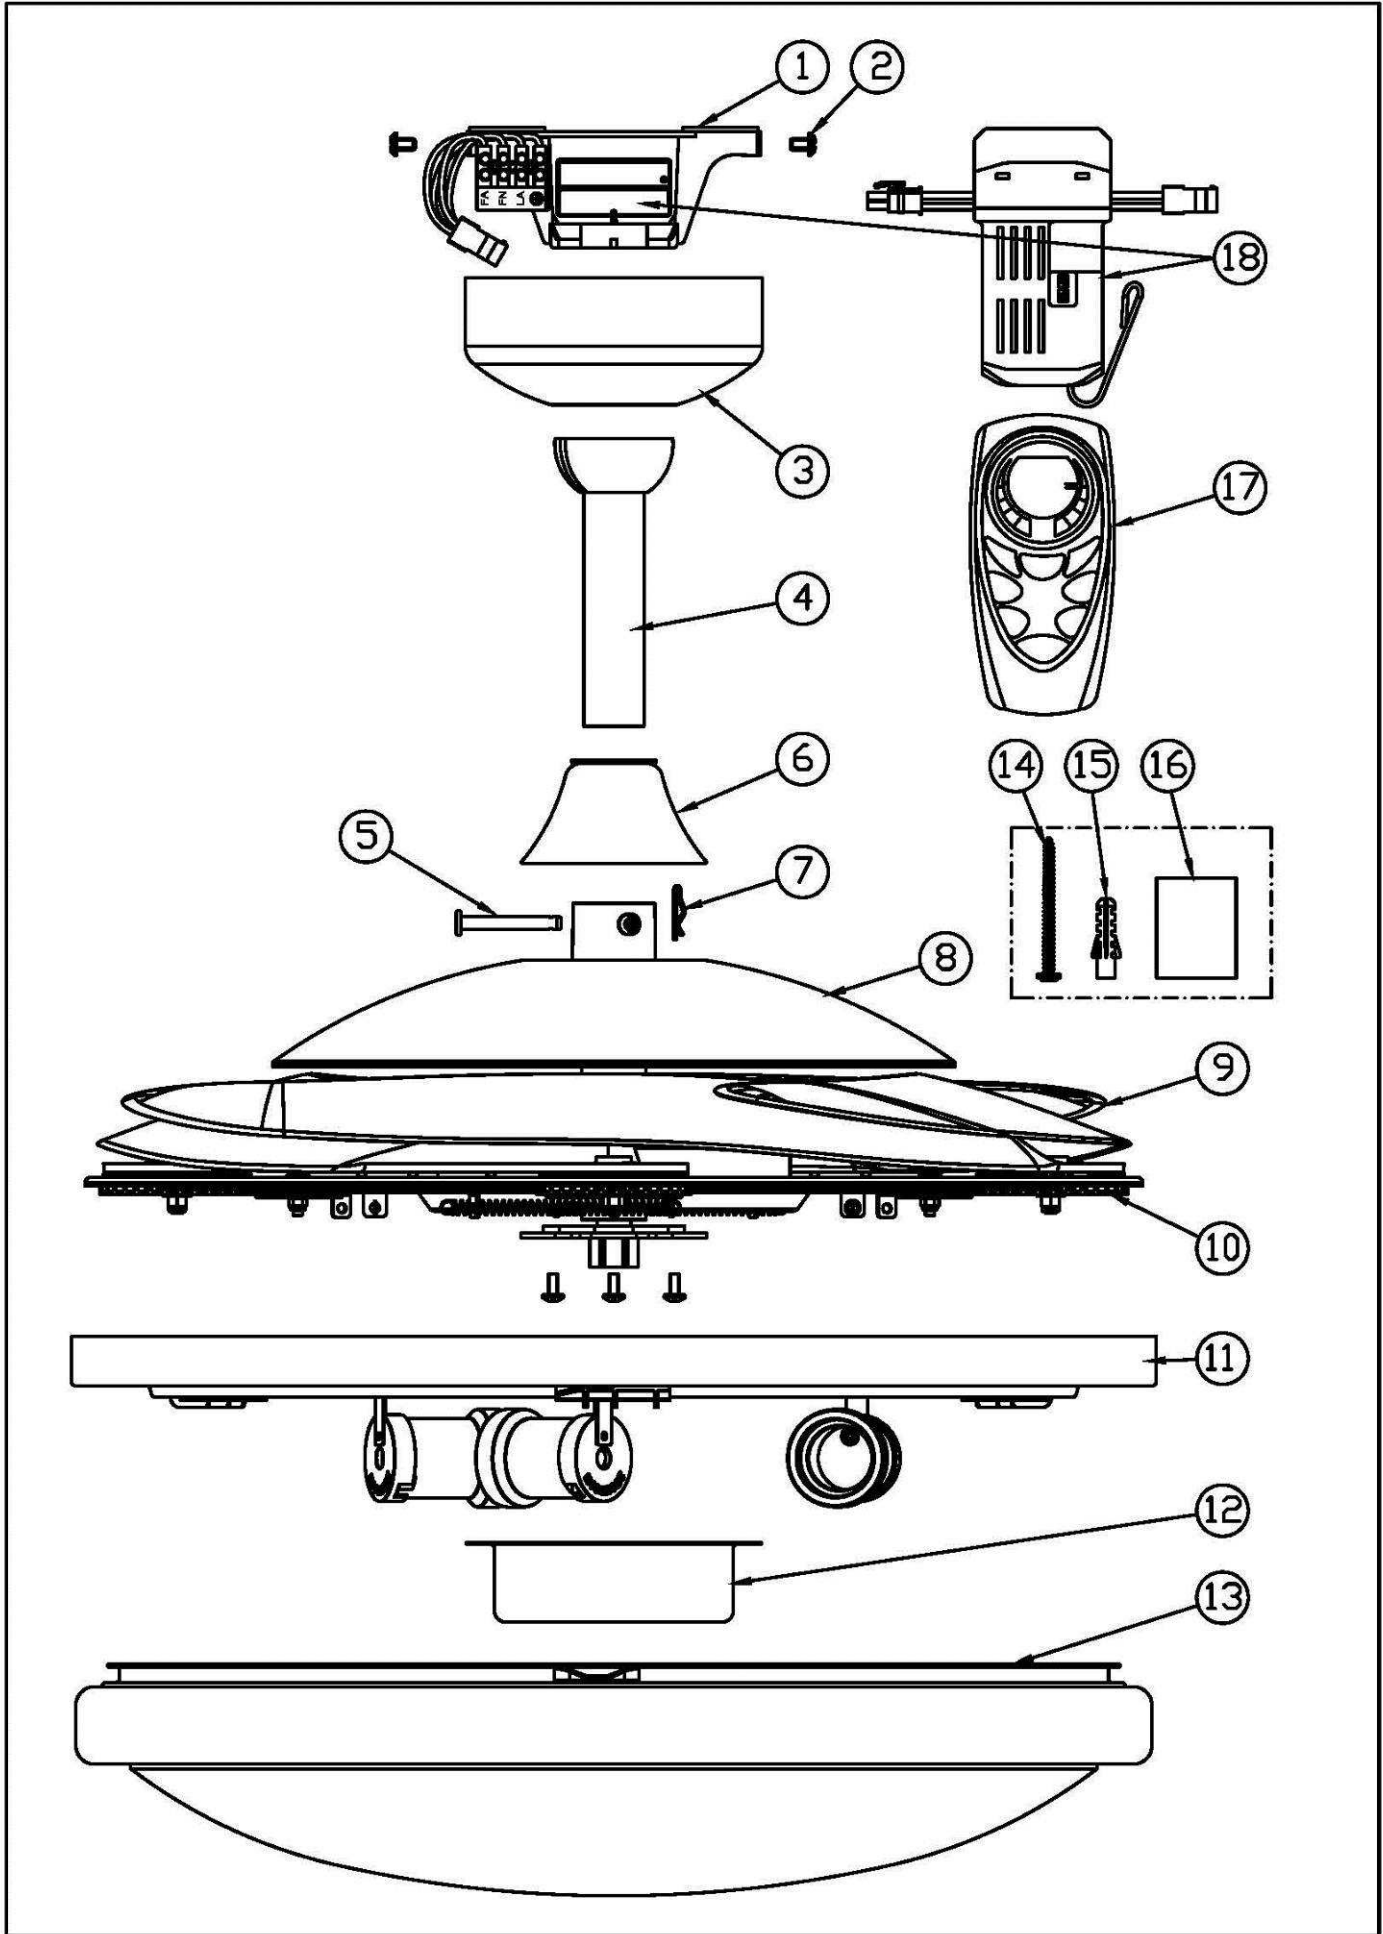

Abbildung 1
Packen Sie den Deckenventilator aus und verschaffen Sie sich einen Überblick über die Teile. Siehe **ABBILDUNG 1**.
- 1) Abdeckung zur Decke (Nr. 3 – Abbildung 1) durch Lockerung der 2 Schrauben mit Einkerbungen entfernen.
- 1) Das Hängerohr durch die Deckenabdeckung (Nr. 3 – Abbildung 1) und die Abdeckung für Bolzen und Sicherungsstift (Nr. 6 – Abbildung 1) führen.
- 3) Das Hängerohr (Nr. 4 – Abbildung 1) bis zur Spitze der Einheit einführen (Nr. 8 – Abbildung 1), die Löcher der Einheit auf die Löcher des Hängerohrs ausrichten und den Bolzen einführen (Nr. 5 – Abbildung 1). Dann den Sicherungsstift (Nr. 7 – Abbildung 1) auf das Bolzenende stecken.
- 2) Die Empfängereinheit für die Fernbedienung in die Deckenplatte einführen (Nr. 1 – Abbildung 1)